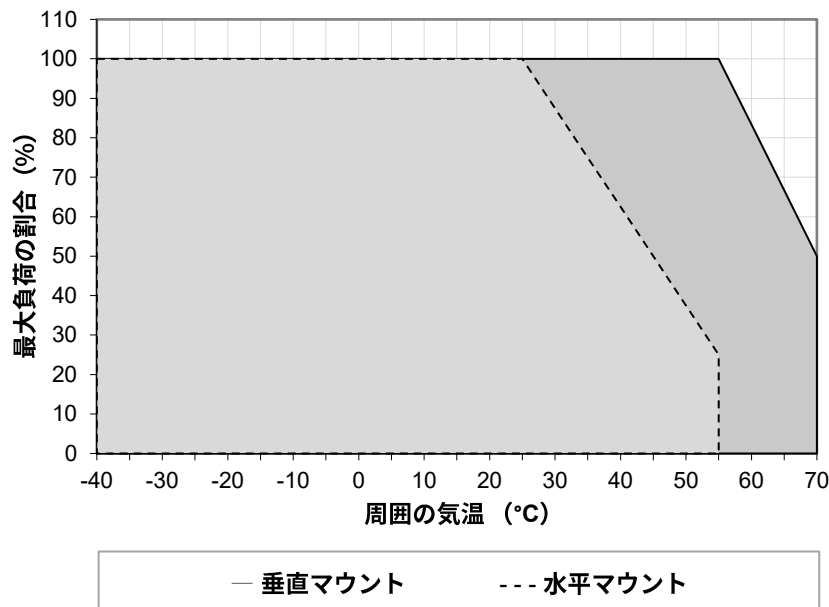

図 1 垂直マウント時のディレーティング
1. 斜線エリア外で電源を継続的に使用すると、電源部品が劣化または損傷する可能性があります。図 1 のグラフを参照してください。